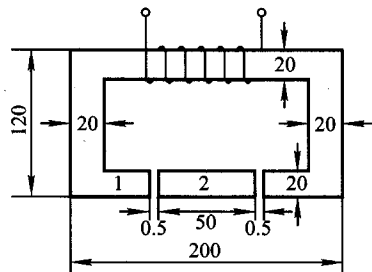

图 1.2
1.3.3 图 1.2 所示磁路中，铁心厚度均为 50 mm ，其余尺寸如图所示，单位为 mm ，铁心 1 用硅钢、铁心 2 用铸钢制成。若要在铁心中产生 0.0012 Wb 的恒定磁通，线圈的磁通势为多少？
由图 1.2 求得磁路各部分的长度为